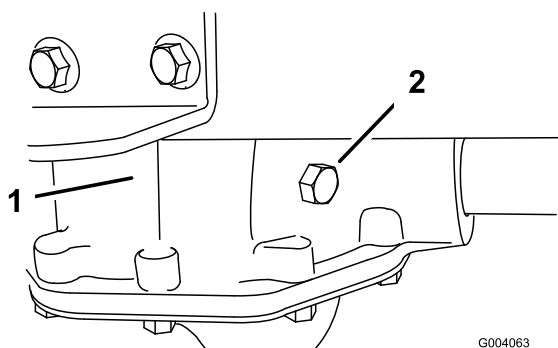

Figura 34
2. Retire el perno de comprobación del transeje (Figura 34).